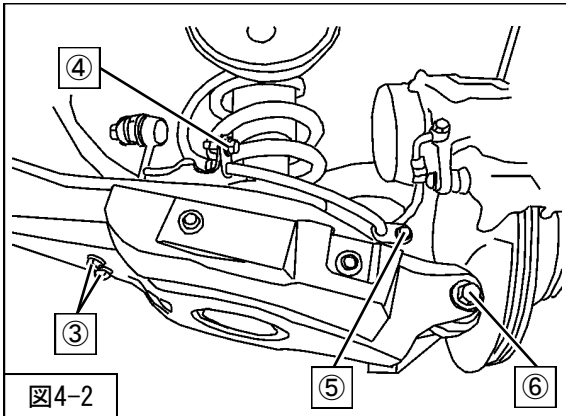

図4-2
2. リアコイルスプリング (同梱品) を取付けてください。(図4-2)
3. ⑥ロアアーム取付ボルトを仮付けしてください。(図4-2)
4. ⑤ブレーキホース取付ボルト (締付トルク : 18.8N・m)
④ブレーキホース取付ボルト (締付トルク : 17.8N・m)
③スタビライザリンクSUB-ASSY取付ナット (締付トルク : 50N・m) を取付けてください。(図4-2)
- ⑥ロアアーム取付ボルト (締付トルク : 125N・m)
- ②リアショックアブソーバASSYロア取付ボルト (締付トルク : 160N・m)
- ①リアショックアブソーバASSYアッパー取付ボルト (締付トルク : 100N・m)を本締めしてください。(図4-2・4-3・4-5)